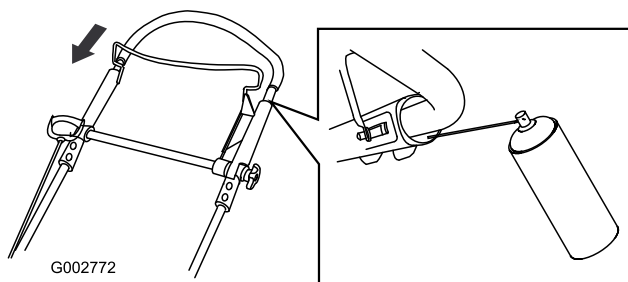

Figura 45
2. Spingete completamente verso il basso la sezione superiore della stegola e spruzzate il prodotto sulla superficie interna di plastica della parte esterna della stegola (Figura 45).